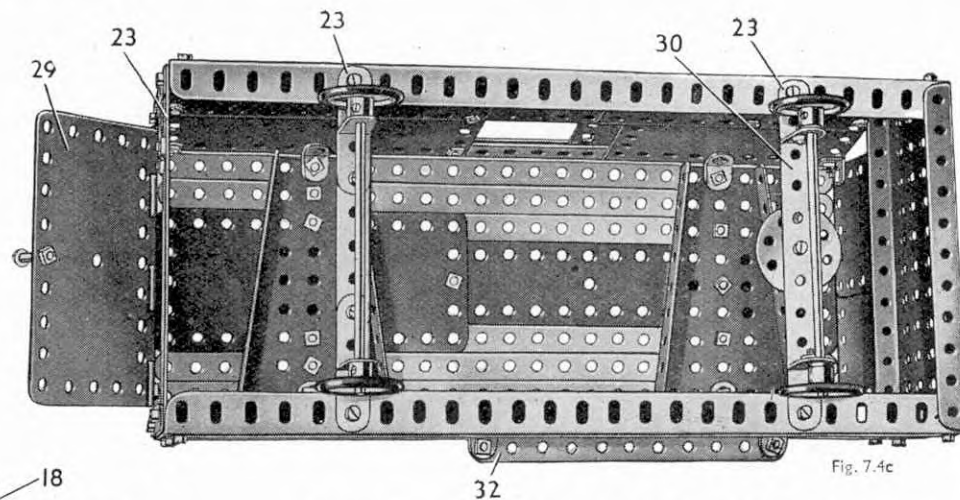

Fig. 7.4c
Le chariot circule sur quatre poulies de 25 mm. munies d'anneaux de caoutchouc. La paire de roues arrière est montée sur une tringle de 11.5 cm., passée dans deux équerres de 25 x 25. Les roues avant sont fixées sur une autre tringle de 11.5 cm. qui tourne dans des supports plats boulonnés à une bande coudée de 90 x 12 (30) (Fig. 7.4c). Cette bande coudée est fixée à l'aide d'un contre-écrou sur l'une des bandes de 11 trous 23. Un disque est placé sur le corps de l'écrou entre la bande coudée et les bandes de 11 trous.